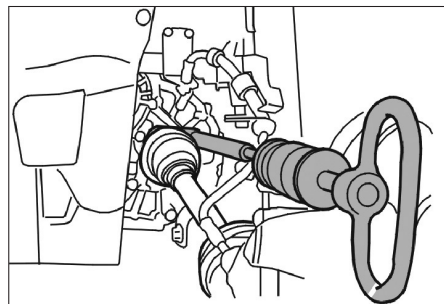

FIG. 9
- Rabattre le pivot mettre en place la masse à inertie [4] (Fig.9) et déposer la transmission.